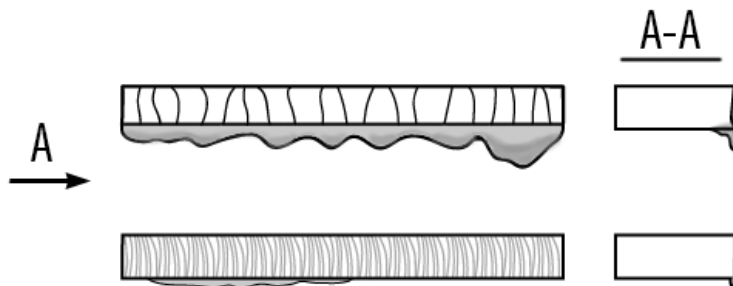

Рис. 9.4. Влияние силы тока и скорости реза.
- Сила тока и скорость реза (См. рис. 9.4).